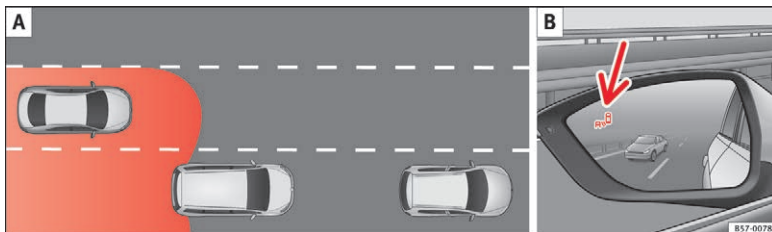
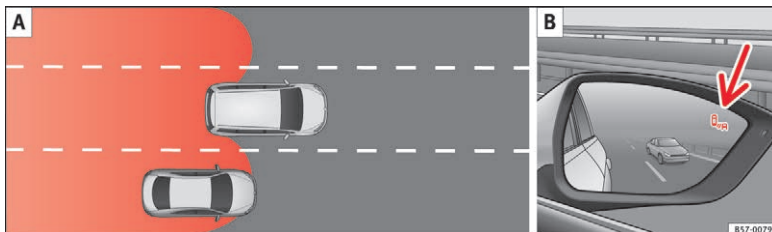

Fig. 194 Skematisk visning: **A** Overhaling med trafik i det bageste område. **B** Indikator for Blind Spot-assistenten i venstre sidespejl
Fig. 195 Skematisk visning: **A** Overhaling og efterfølgende skift til højre vognbane. **B** Indikator for Blind Spot-assistenten i højre sidespejl
I de efterfølgende situationer bliver indikatoren » **Fig. 194 B** (pil) eller » **Fig. 195 B** (pil) vist i sidespejlet:
- Når du overhales af en anden bil » **Fig. 194 A**
- Når du overhaler en anden bil » **Fig. 195 A** med en hastighedsdifference på ca. 10 km/h (6 mph) Hvis overhalingen foretages væsent-